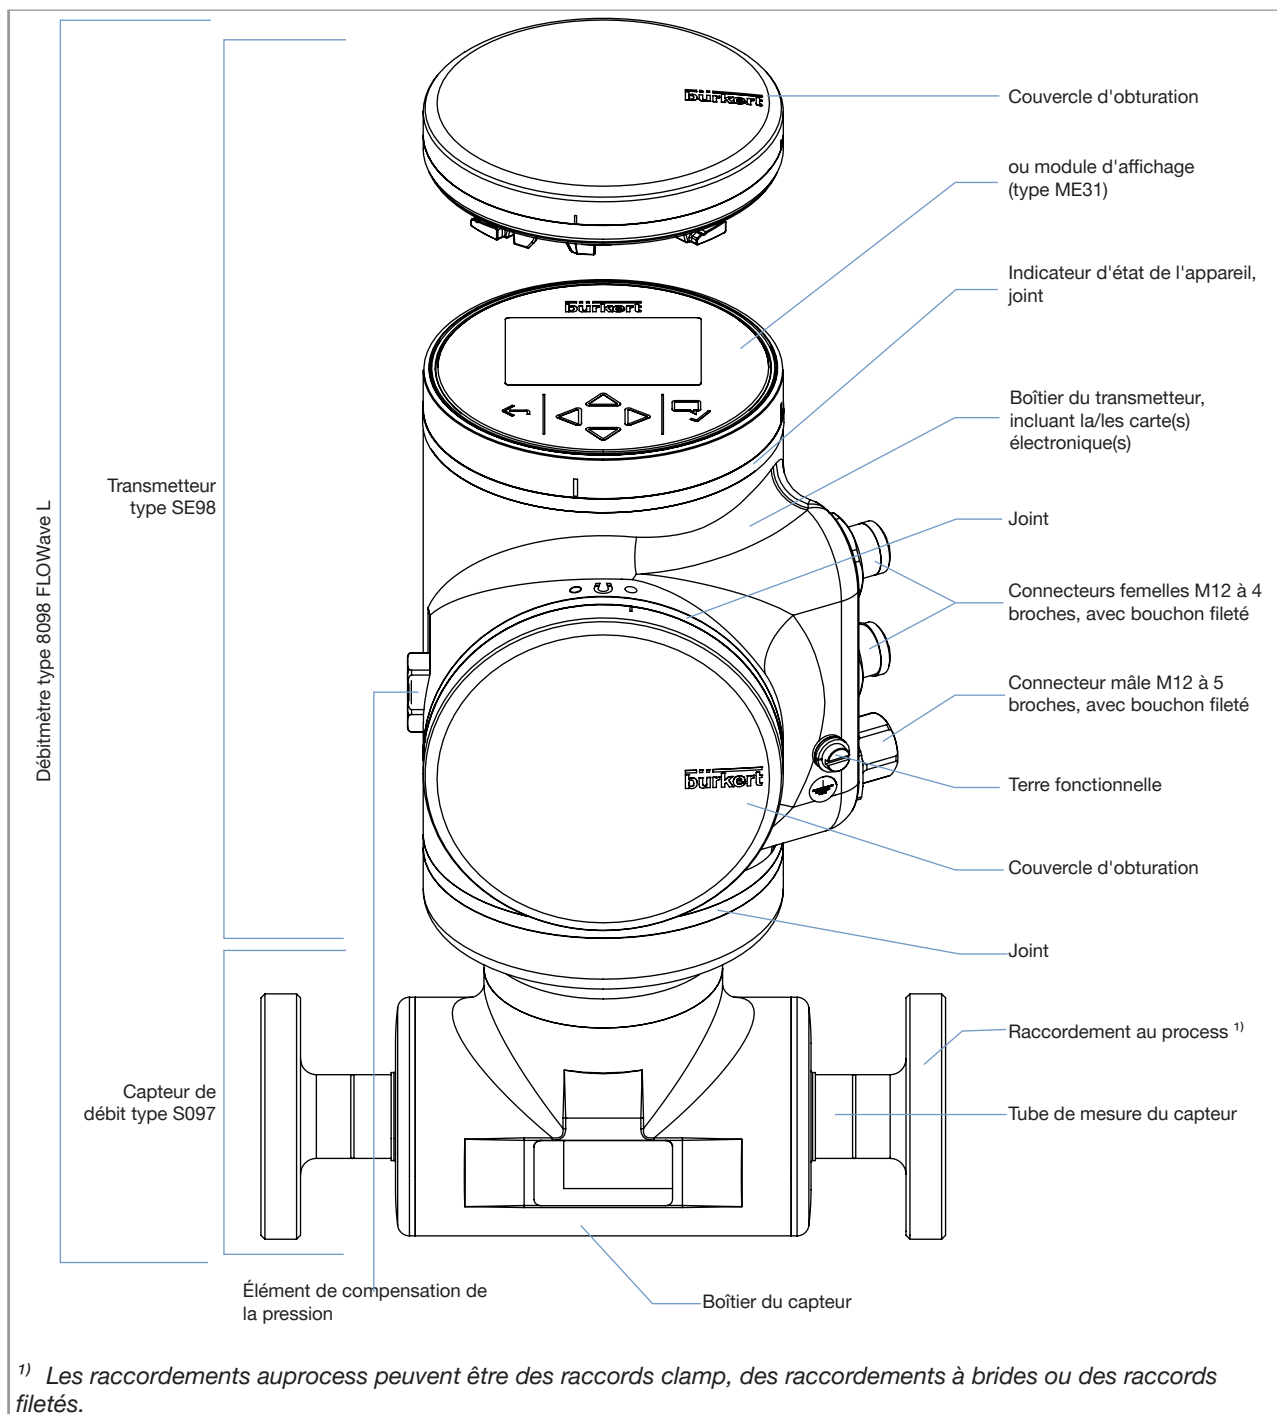

Fig. 2 : Description de la variante Ethernet de l'appareil, avec 2 connecteurs femelles M12 à 4 broches et 1 connecteur mâle M12 à 5 broches
- Fig. 2 décrit la variante Ethernet de l'appareil, c'est-à-dire un appareil avec 2 connecteurs femelles M12 à 4 broches et 1 connecteur mâle M12 à 5 broches.